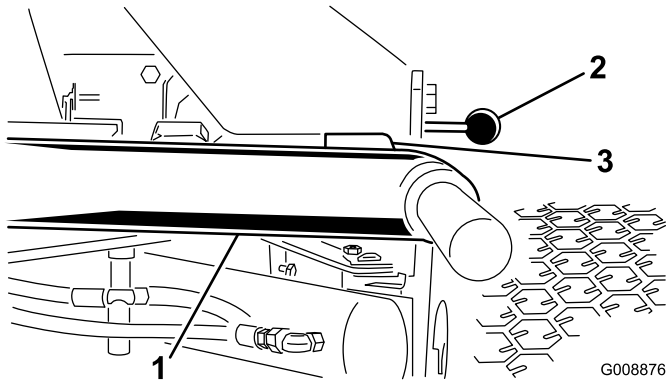

Figura 6
1. Arranque el motor, eleve las unidades de corte y compruebe que la holgura entre cada brazo de elevación y el soporte de la chapa de suelo sea de 5 a 8 mm (de 0,18 a 0,32 pulgada), como se muestra en Figura 6.